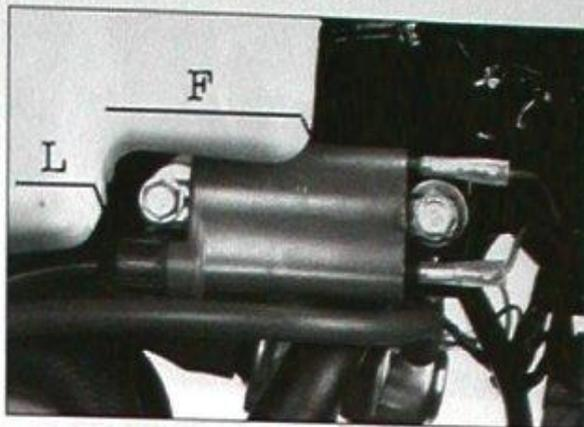

Bild 36
- Kühlmittelstand muss bei kalter Maschine mindestens bis «L»-Markierung reichen (bei warmer Maschine maximal bis «F»-Markierung, Bild 36).